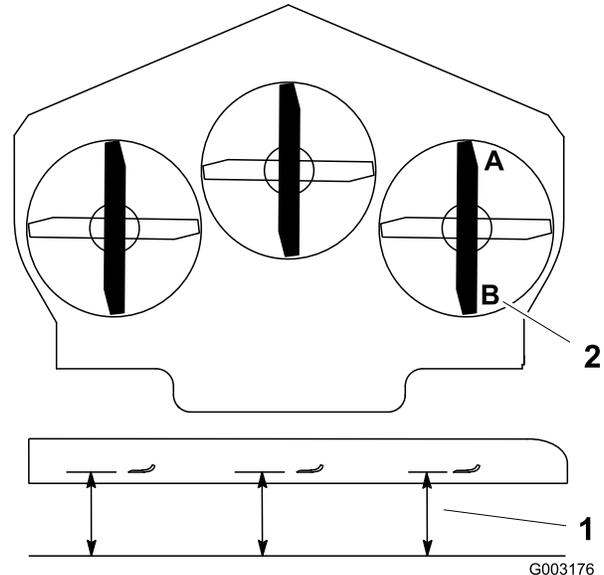

**Figura 68**
- Si las medidas realizadas en las posiciones **B** o **C** no son correctas, afloje el perno que fija la cadena trasera al brazo de soporte trasero (Figura 68).
- Afloje la contratuerca situada debajo del brazo de soporte trasero y ajuste el perno de ajuste hasta obtener una medida de 79 a 83 mm (Figura 68).
- Afloje las contratuercas de pivote delantero, en la parte delantera de los pivotes derecho e izquierdo, aproximadamente 13 mm (Figura 68).
- Ajuste las tuercas de elevación en el lado izquierdo y derecho de la máquina hasta obtener una distancia de 6 a 10 mm menos en la parte delantera en **A** que en la parte trasera, en **B** (Figura 68).